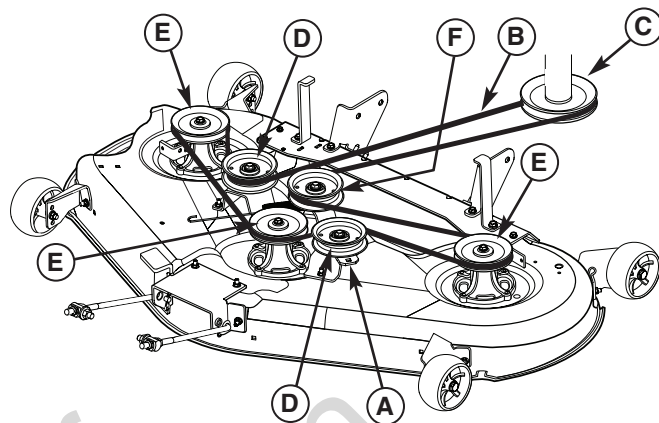
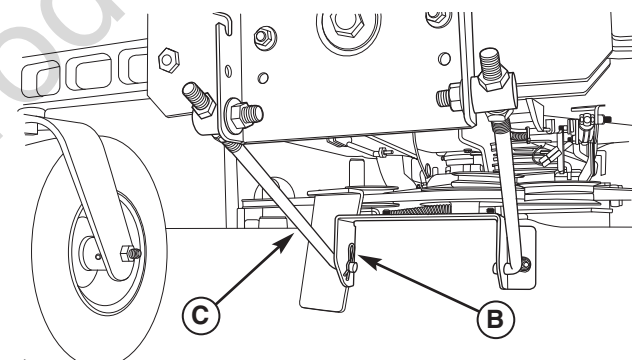

Figura 13. Dirección de la correa del cortacésped
Figura 14. Componentes de enganche del cortacésped
3. Inserte el trinquete en el orificio cuadrado de 9,5 mm (3/8 pulg.) del brazo de polea tensora (A, Figura 13) y tire para liberar la tensión de la correa. Retire la correa del cortacésped (B) de la polea del motor de transmisión (C).
9. Retire el clip de la horquilla (A, Figura 14) que fija el brazo elevador posterior del cortacésped. Separe el brazo elevador de la plataforma del cortacésped. Repita el proceso en ambos lados del cortacésped.
10. Retire el clip de horquilla (B) que fija la barra de enganche delantera (C). Separe la barra de enganche delantera de la plataforma del cortacésped. Repita el proceso en ambos lados del cortacésped.
1. Haga deslizar la plataforma del cortacésped por debajo del lado derecho del cortacésped. Haga deslizar el cortacésped hacia delante y enganche la barra de enganche frontal (C, Figura 14) a los ganchos frontales.
2. Monte las barras de enganche frontales y fíjelas con los clips de horquilla (B).
3. Haga deslizar la plataforma del cortacésped hacia atrás y conecte los brazos elevadores posteriores a la plataforma del cortacésped. Fíjela con los clips de horquilla (A).
7. Inserte el trinquete en el orificio cuadrado de 9,5 mm (3/8 pulg.) del brazo de polea tensora (A, Figura 13) y tire para liberar la tensión de la correa. Instale la correa del cortacésped (B) en la forma que se muestra en la Figura 13.